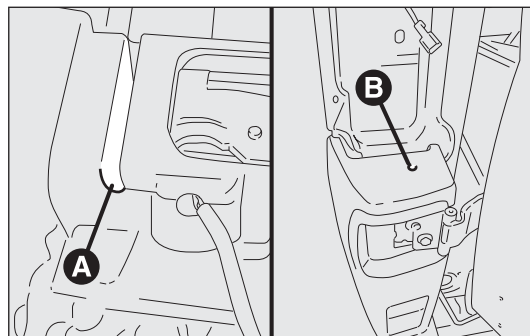

fig. 187
- ☐ quite la fijación inferior A entre el parachoques central y lateral fig. 187;
- ☐ una vez desmontado el piloto trasero, quite la fijación superior B-fig. 187;